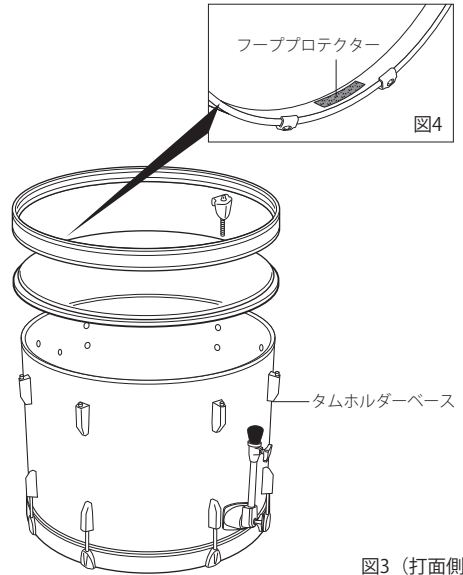

図3（打面側）
3. バスドラムの打面側を上にして、フロント側と同様、ヘッド、フープを取り付け、テンションボルトをフックを通してラグのラグナットにネジ込みます（図3）。その際、フーププロテクターがバスドラムの下側になるようフープの位置を調整してください（図4）。このフーププロテクターは、ペダル本体を安定させるのに役立ちます。